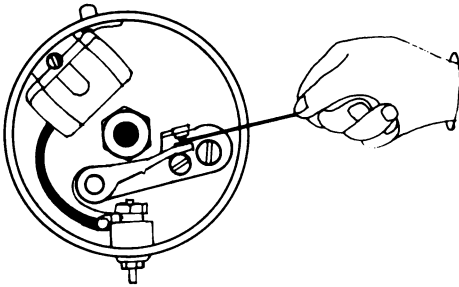

Fig. 21. Un papelito de celofán templado entre los puntos de contacto de los platinos.
- 7) Coloque un papelito celofán entre los puntos de contacto de los platinos y témpelo con la otra mano (Fig. 21).